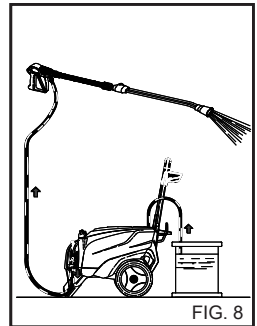

FIG. 8
Pida a su revendedor el catálogo de los detergentes que pueden ser utilizados según el tipo de lavado a realizar y del tipo de superficie a tratar. Después de usar un detergente, el circuito de aspiración del detergente tiene que ser aclarado con agua limpia (fig. 8).
- 1) Después del uso con detergente, aclarar el circuito de aspiración; introducir el tubo de aspiración del detergente (fig. 8) en un bidón de agua limpia y hacer funcionar la bomba durante 1 minuto con el grifo de dosificación completamente abierto y la lanza en fase de suministro de detergente.
4) Después del uso con detergente, aclarar el circuito de aspiración, introducir el tubo de aspiración (fig. 8) del detergente en un bidón de agua limpia y hacer funcionar la bomba durante 1 minuto y la lanza en fase de suministro del detergente.